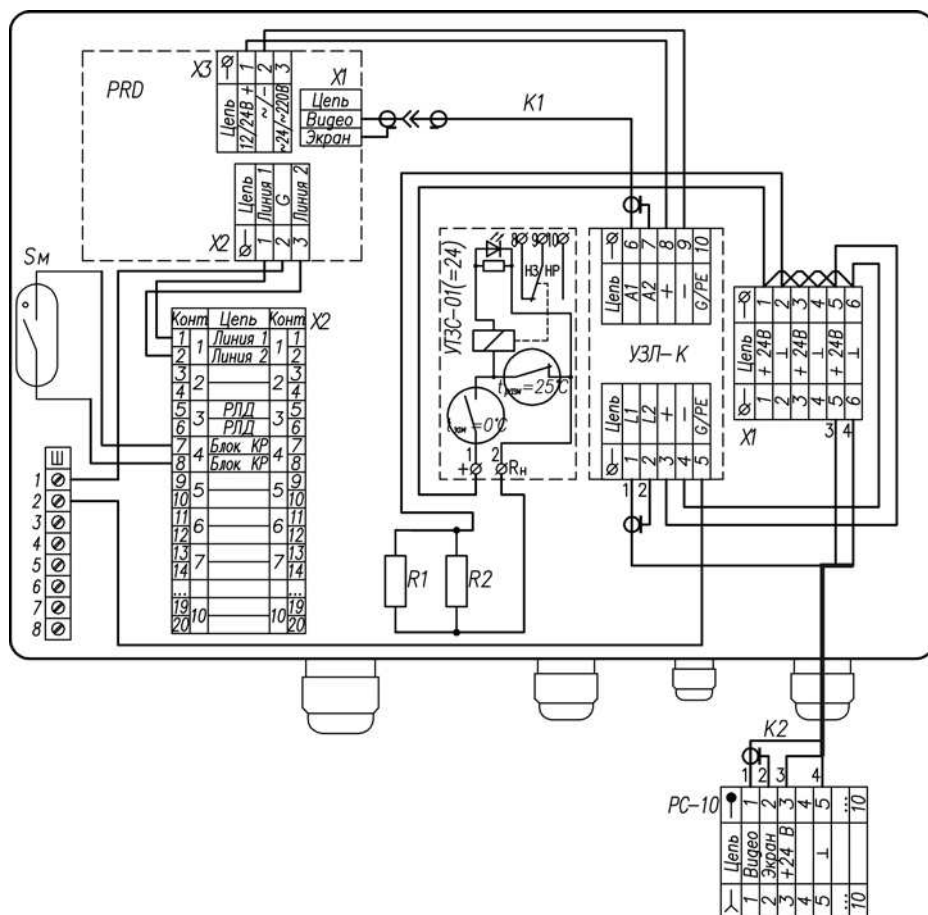
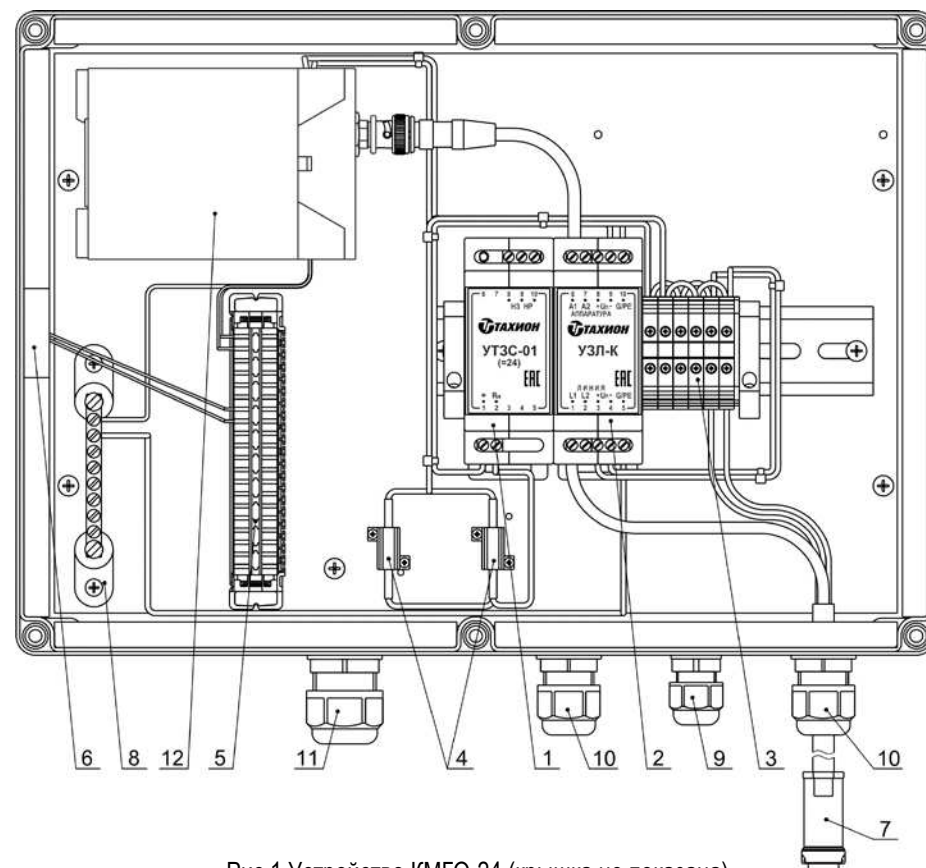

Рис.2 Схема электрическая принципиальная
Рис.1 Устройство КМГО-24 (крышка не показана)
В состав изделия входят (см. рис.1 и рис.2):
Подключение цепей изделия производится в соответствии со схемой электрической принципиальной рис.2. Для подключения необходимо:
1. Заземлить любой свободный контакт нулевой шины Ш (поз.8 рис.1).
4. Подключить магнитоконтактный извещатель Sm (поз.6 рис.1) к внешнему устройству сигнализации через контакты 7 и 8 (4-я пара) планты X2.
5. Розетку PC-10 (поз.7 рис.1) подключить к вилке PCG-10, установленной на гермобоксе телекамеры.